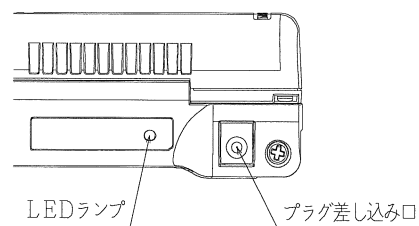

図 1
- (1) 本体に電池パックがきちんと取り付けられている事を確認して下さい。
- (2) 本体後部の差込口 (図 1 参照) に AC アダプタのプラグを挿入して下さい。
- (3) AC アダプタの電源プラグをコンセントに差し込んで下さい。
- (4) 本体後部 LED ランプ (図 1 参照) がゆっくりと点滅している事を確認して下さい。
- (5) LED ランプの点滅が終わり、点灯に変われば充電完了です。